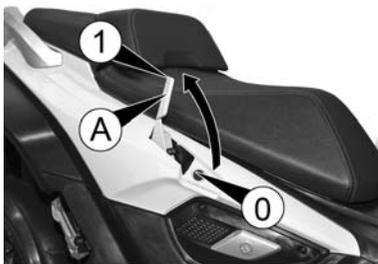

fig. 7
- tournez le levier A fig. 7 du frein de stationnement, situé du côté droit du scooter, de la position 0 à la position 1 ;